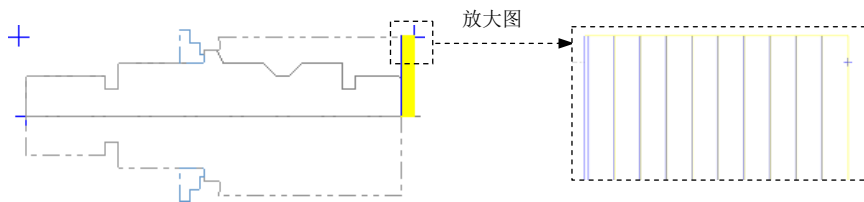

图 19.13 刀具路径
Step4. 设置加工参数。在“车床-车端面 属性”对话框中单击 **车端面参数** 选项卡，在 **精修 Z(Z)...** 文本框中输入值 540.0，其他参数采用系统默认设置值。单击 按钮完成加工参数的设置，此时系统将自动生成图 19.13 所示的刀具路径。